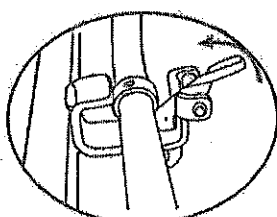
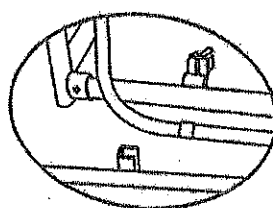
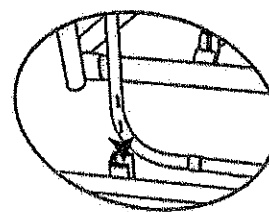

Fig. H2
Fig. H3
Fig. H4
17. Assicurarsi che le blocchette di sicurezza siano completamente chiuse, quando il sedile e' in modo di seduto. Vedi Fig. G-1. Se vuole mettere il sedile come il letto, gira le blocchette di sicurezza verso su', e toglie il supporto. Vedi Fig. G-2, Fig. H2. Quando mettendo giu' il sedile, il letto dovrebbe essere in posizione sicura e senza muovere niente. Vedi Fig. H3, Fig. H4, Fig. H5.